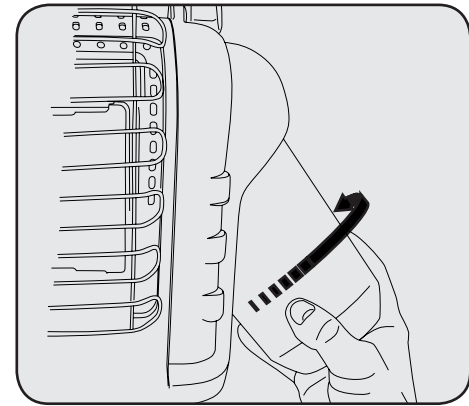

Figura 2
2. Gire el regulador externo para la instalación de tanque fácil. Tornillo 1 libra. cilindro de suministro de gas de LP disponible dextrórum (de fondo) en calentador portátil hasta de mano apretado. Ver la Figura 2. No use el sellador de hilo en esta union.